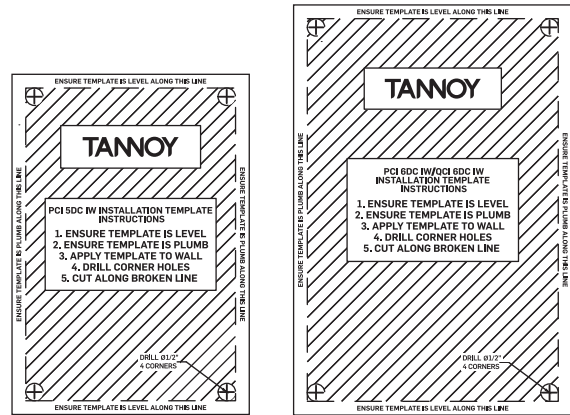

図 1. カットアウトテンプレート
2. 付属のカットアウトテンプレート（図 1）を目的の場所で使用し、適切なハンドツールを使用して乾式壁に慎重に穴を開けます。穴からほこりやごみを取り除きます（図 2）。.